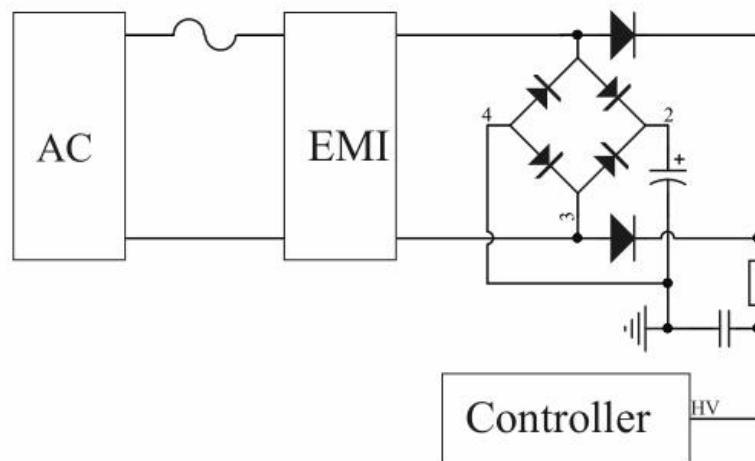

图 1：高压启动电路
DK045G 包含多功能高压 (HV) 引脚。为达到快速启动，内部集成了高压启动电路，可以快速启动电源同时能够有效降低待机功耗，如图 1 所示，能够快速准确监测输入电压，在输入掉电后，